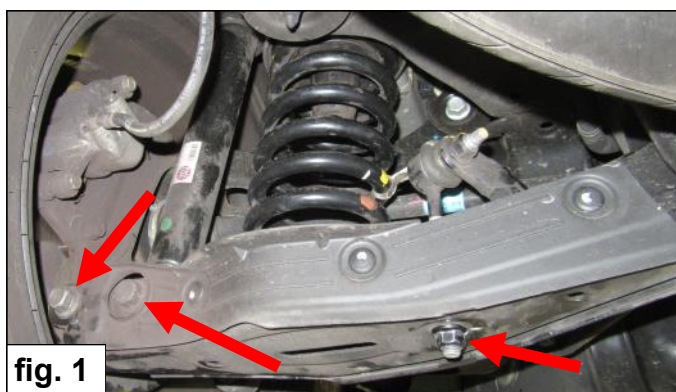

fig. 1
2. Détachez les fixations de la barre antiroulis des bras de suspension. *Voir fig. 1.*